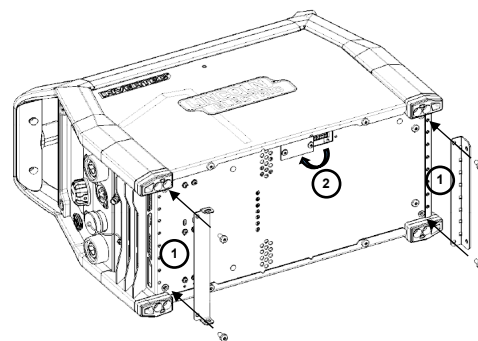

Abbildung 1
1. Legen Sie die Adapterbleche unter die Stromquelle (Abbildung 1).
2. Entfernen Sie die Schraube der Klappe und drehen Sie sie um 180°C. Verwenden Sie die entfernte Schraube, um die Klappe an der Stromquelle zu befestigen (Abbildung 1).